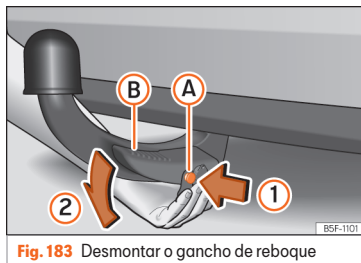

Fig. 183 Desmontar o gancho de reboque
- Pressione o perno de desbloqueio **A** no sentido da seta **1** e, ao mesmo tempo, a alavanca **B** no sentido da seta **2** até ao limite »» **Fig. 183.**